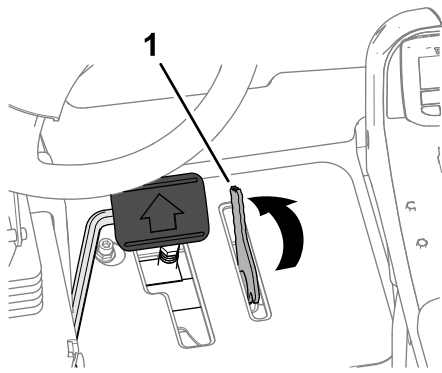

Figure 45
- Avec le pied, poussez le levier du limiteur de vitesse de tonte en avant à la position TONTE (Figure 45).